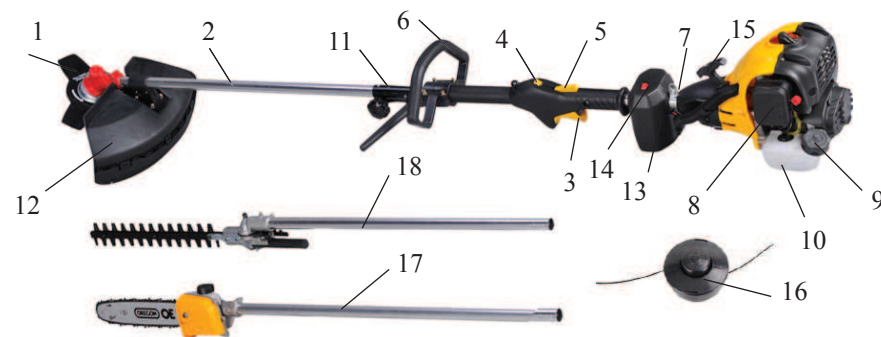

рис.1
5.1 Общий вид бензокосы схематично представлен на рис.1
6.2.1 Установите нижнюю и верхнюю части рукоятки 6 (рис.1) на штангу гибкого вала.
1. Вначале кустарник обрезается по требуемой высоте (рис.1). При некоторой тренировке путём маятниковых движения ножовки можно удалить с кустарника обрезанный материал. Для обеспечения ровной линии отреза на требуемой высоте следует натянуть шнур.
а) Переведите выключатель зажигания 4 (рис.1) в среднее положение, как показано на рис. 7
г) Несколько раз (обычно 2-3) сначала плавно (выбирая свободный ход шнура стартера), а затем энергично потяните шнур стартера за рукоятку 15 (рис.1) до тех пор, пока не убедитесь, что двигатель запустился;